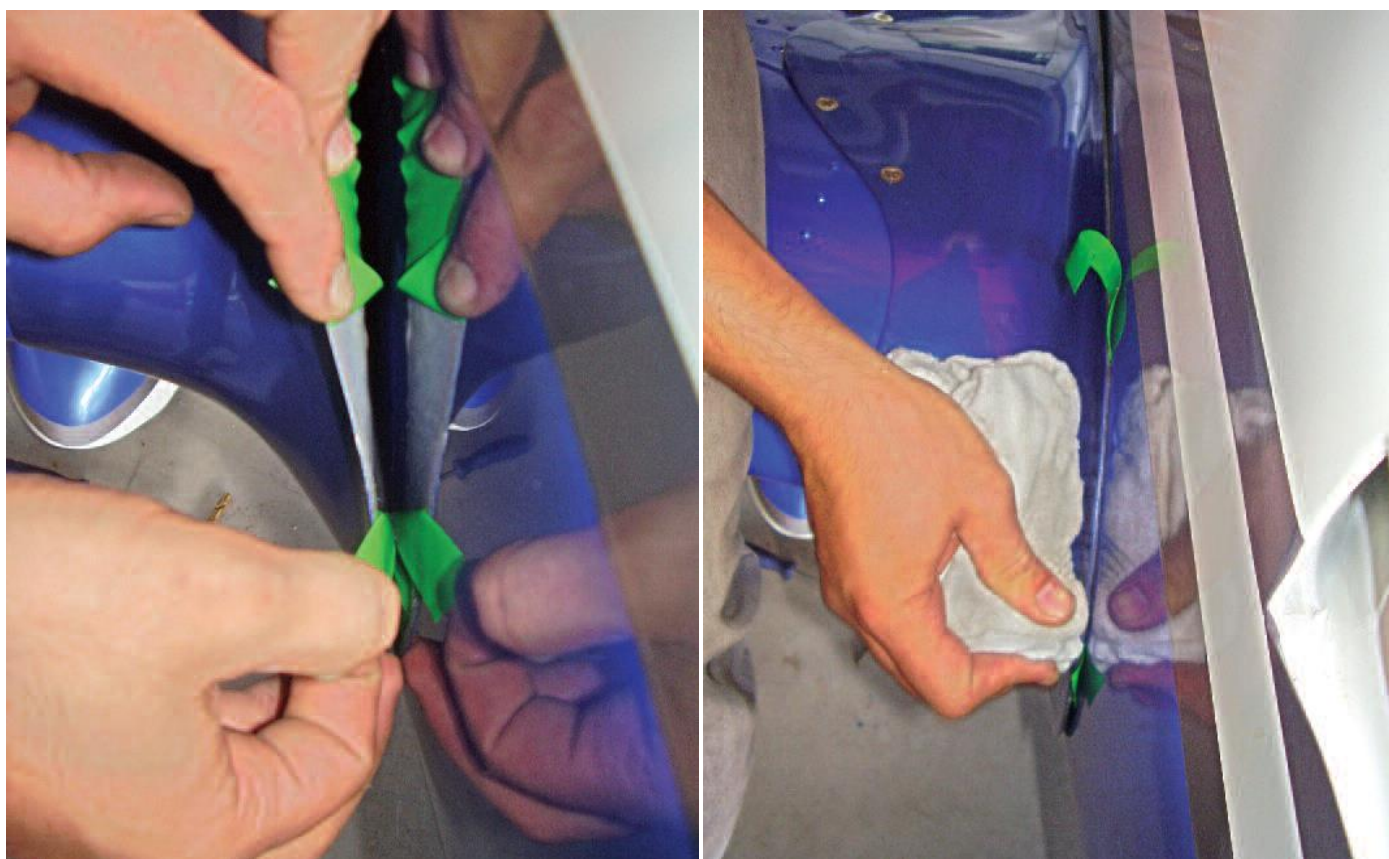

Figura 53.50.8 – Remoção da fita adesiva dupla-face da saia.
6. Remover, manualmente e aos poucos, a proteção da fita adesiva dupla-face da saia e, com auxílio de um tecido, fixar a saia na fuselagem, como ilustrado na figura 53.50.8.